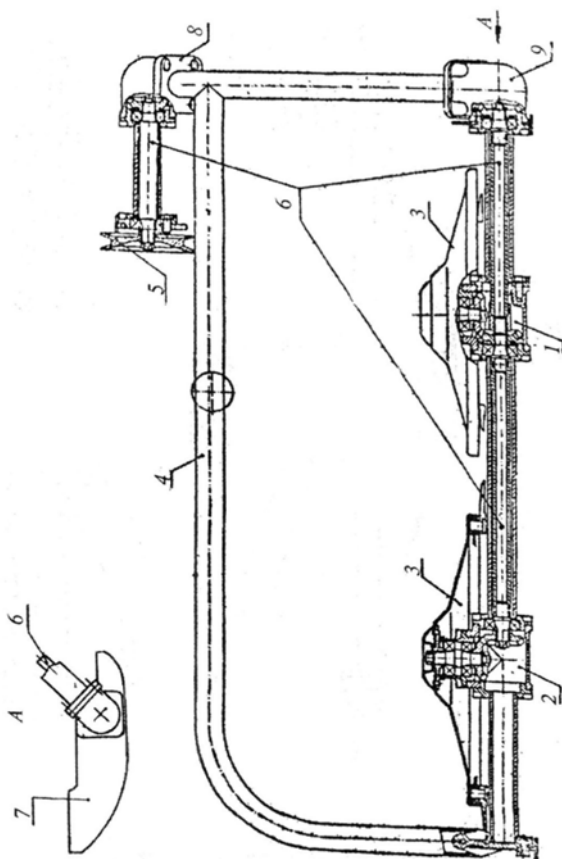
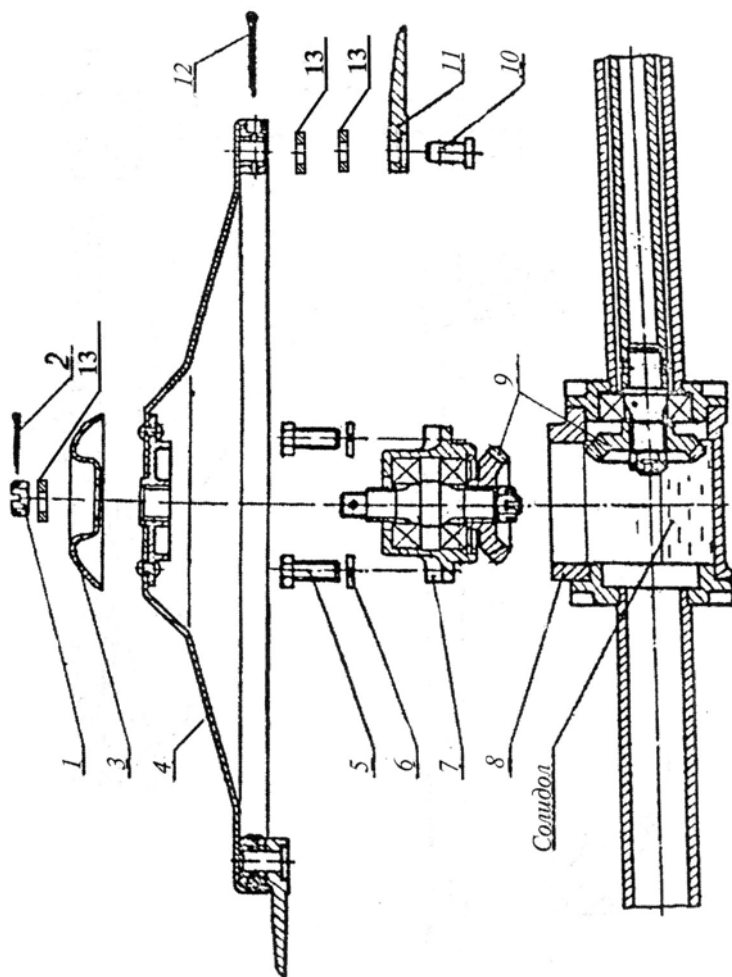

Рис. 2. Роторная косилка
Рис. 3. Режущий диск и его привод
7.6 После первых 30 мин. работы новой косилки необходимо остановить двигатель мотоблока и проверить крепление деталей 1; 2; 10; 11, 12 и 13 (Рис. 3), а также затяжку крепления деталей косилки. При необходимости подтянуть и законтрить.
8.2.1 Для заполнения редукторов привода первого и второго режущих дисков 1 и 2 (Рис. 2) необходимо расконтрить и отвернуть гайку 1 (Рис. 3), снять шайбу защитную 3 и диск 4, отвернуть четыре болта 5, снять пружинные шайбы и корпус ведомой шестерни 7.
8.2.2 Для заполнения верхнего углового редуктора 8 (Рис. 2) необходимо отвернуть четыре болта крепления редуктора к раме 4, затем снять редуктор 8 вместе с приводом от шкива 5. В полость редуктора добавить 50 см³ солидола ГОСТ 4366-76. Сборку редуктора произвести в обратном порядке.
8.2.3 Для заполнения нижнего углового редуктора 9 (Рис. 2) необходимо отвернуть четыре болта крепления редуктора к раме 4 и два болта крепления редуктора привода второго режущего диска 2 к раме 4, затем снять нижний угловой редуктор вместе с редукторами 1 и 2. В полость редуктора 9 добавить 50 см³ солидола ГОСТ 4366-76.